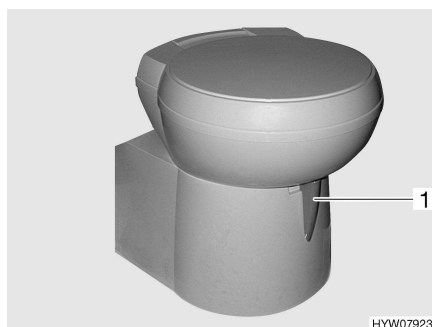

Bild 110 Thetford-toalettskål (svängbar)
- Öppna spjället på Thetford-toaletten före spolning. Skjut för detta spjällspaken (Bild 110,1) moturs.
- Spjällspaken (Bild 110,1) vrids medurs. Spjället stängs. För att kunna tömma toaletten **måste** spjället vara stängt i Thetford-toaletten.